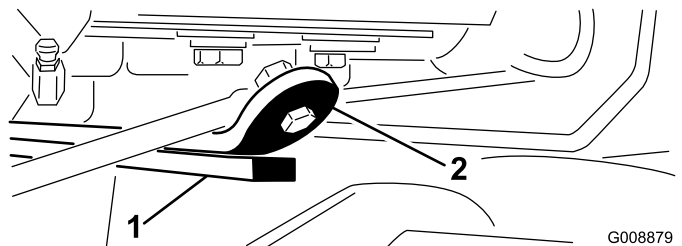

Figura 13
3. Avviate il motore, sollevate gli apparati di taglio e verificate che il gioco tra la cinghia di usura sopra la barra di usura dell'apparato di taglio posteriore e la cinghia paracolpi sia di 0,51–2,54 mm (Figura 13).